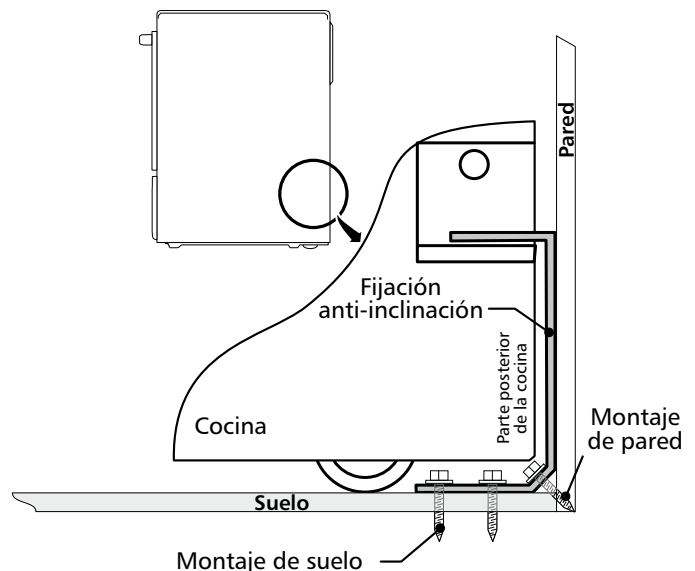

Figura 9
4. Retire el modelo y ubique la abrazadera en el suelo. Alinee los orificios en la abrazadera con las marcas en el suelo y ajuste con los cuatro tornillos provistos. La abrazadera debe quedar fijada al suelo (figura 9) sólido. Si se fija al suelo concreto, primero haga orificios pilotos de un diámetro de 3/16" (0,48 cm), utilizando una barrena para concreto.
6. Deslice la cocina hacia su lugar asegurándose que la pata de centro trasera está completamente segura con el soporte anti-inclinación (figura 9). Baje la cocina ajustando las 4 patas de nivelación hasta que la plancha de cocinar está apoyada en el mostrador. Refiere a la "Nivelación de la cocina".
2. Baje el aparato, las patas y las ruedas de nivelación aleatoriamente, hasta que la parte baja de la superficie de cocción repose sobre el mostrador (figura 9).